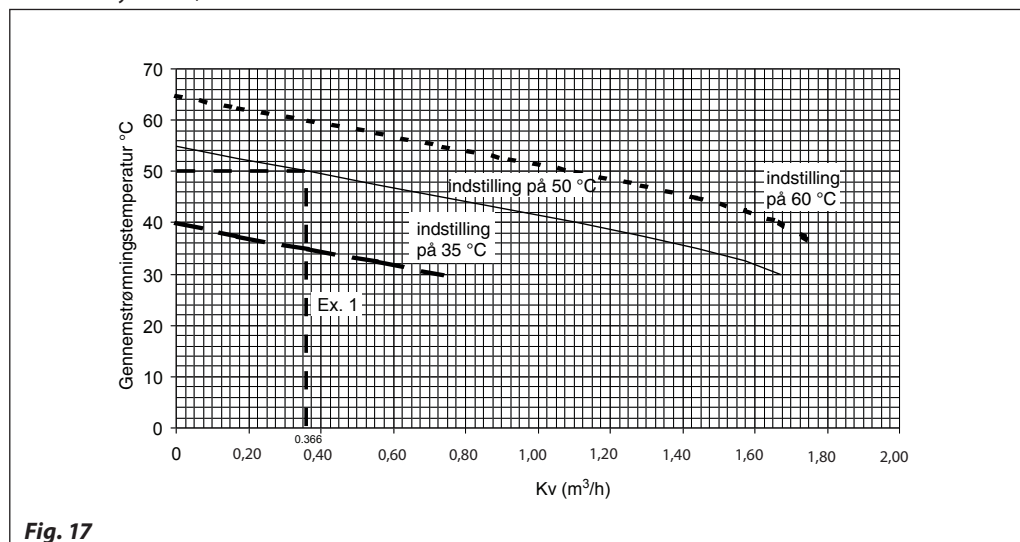

Fig. 17
- Når konstruktionsflowet er beregnet, så brug fig. 17 på side 9.